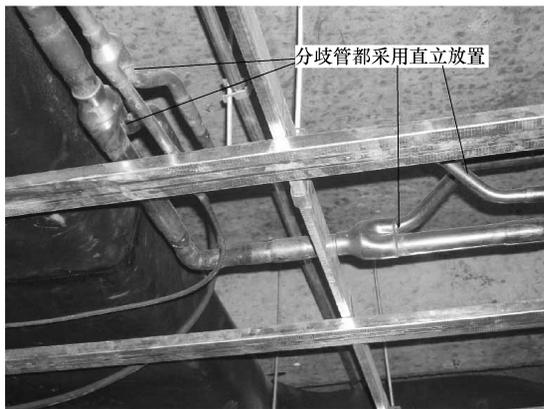
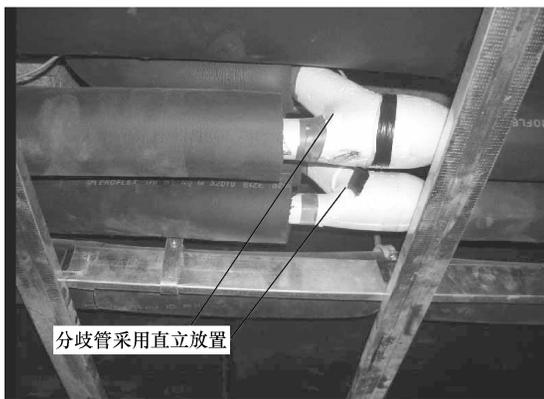

图 3-66 分歧管水平安装角度错误示意图 1
图 3-67 分歧管水平安装角度错误示意图 2
1. 水平安装时角度错误示例（图 3-66 和图 3-67）